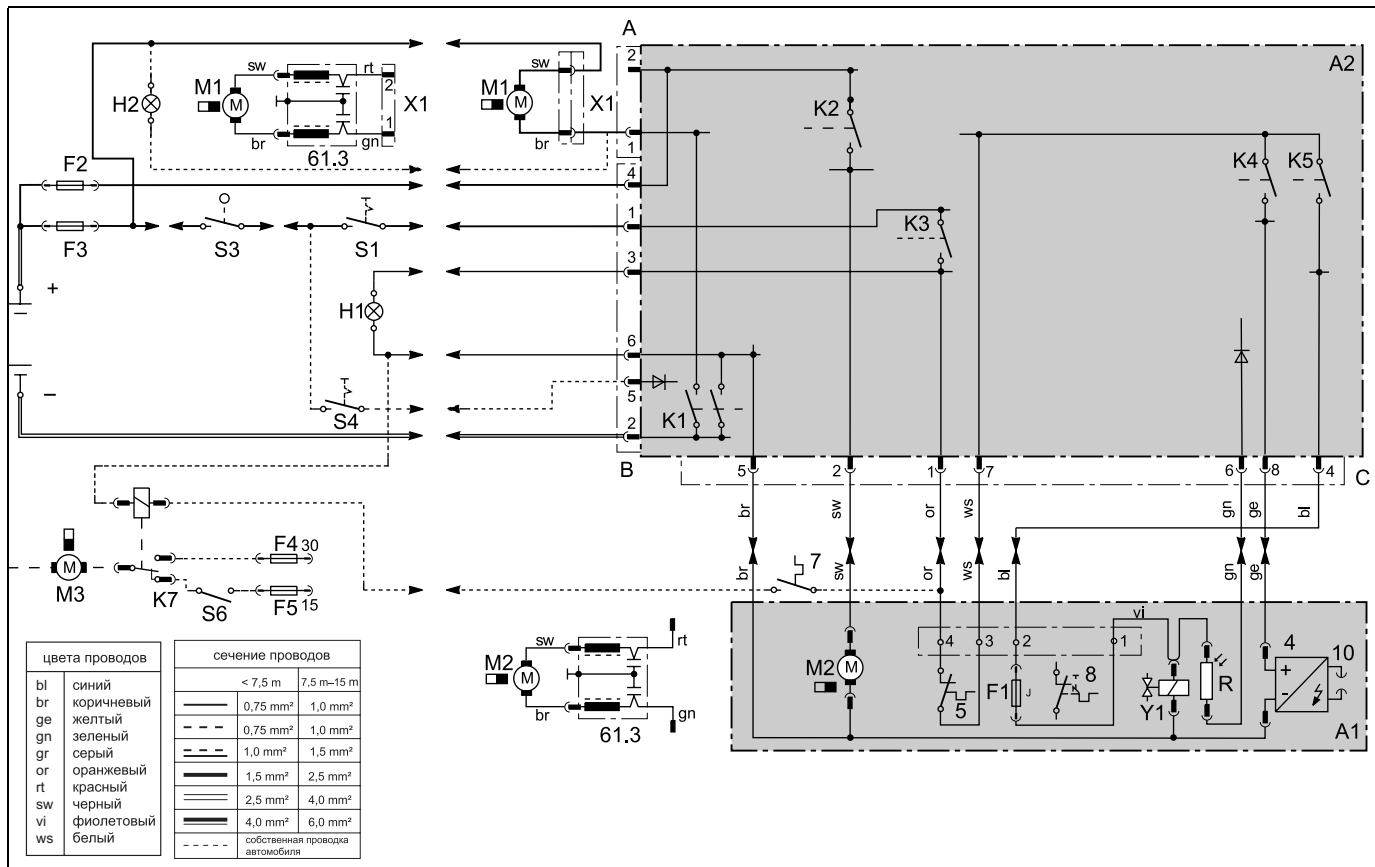

рис. 9: Системная схема для DBW 2010 с управляющим устройством 1553 и выключателем, пояснения см. на стр. 67
- Выключатель (см. схему автоматики на рис. 9 – 13)